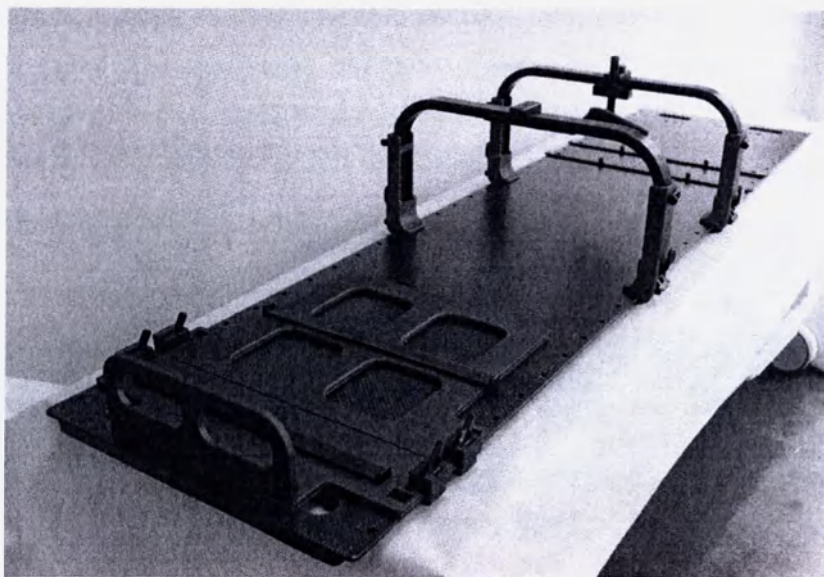

Рисунок 1
4.2.1. Основной элемент системы – опорная плита из карбона (рисунок 1).